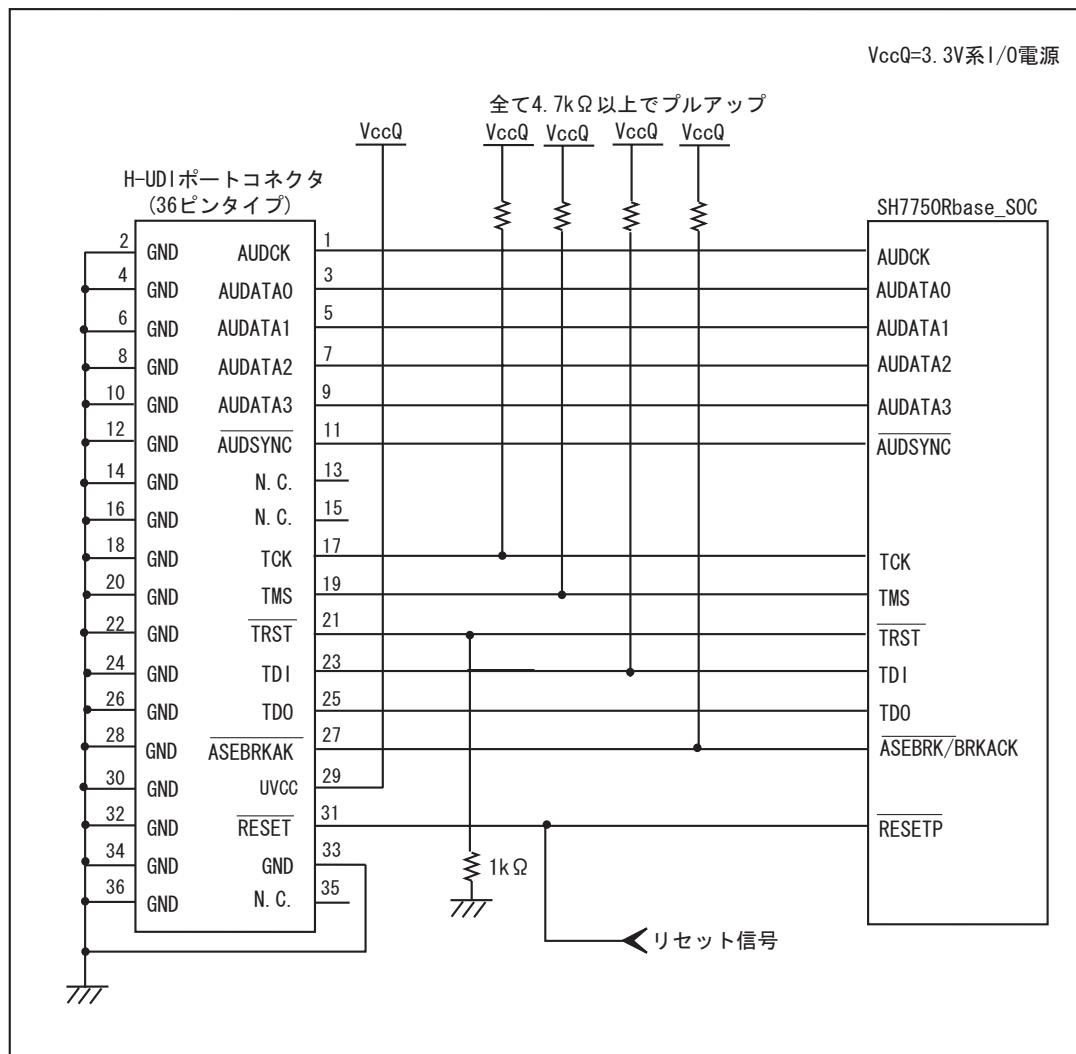
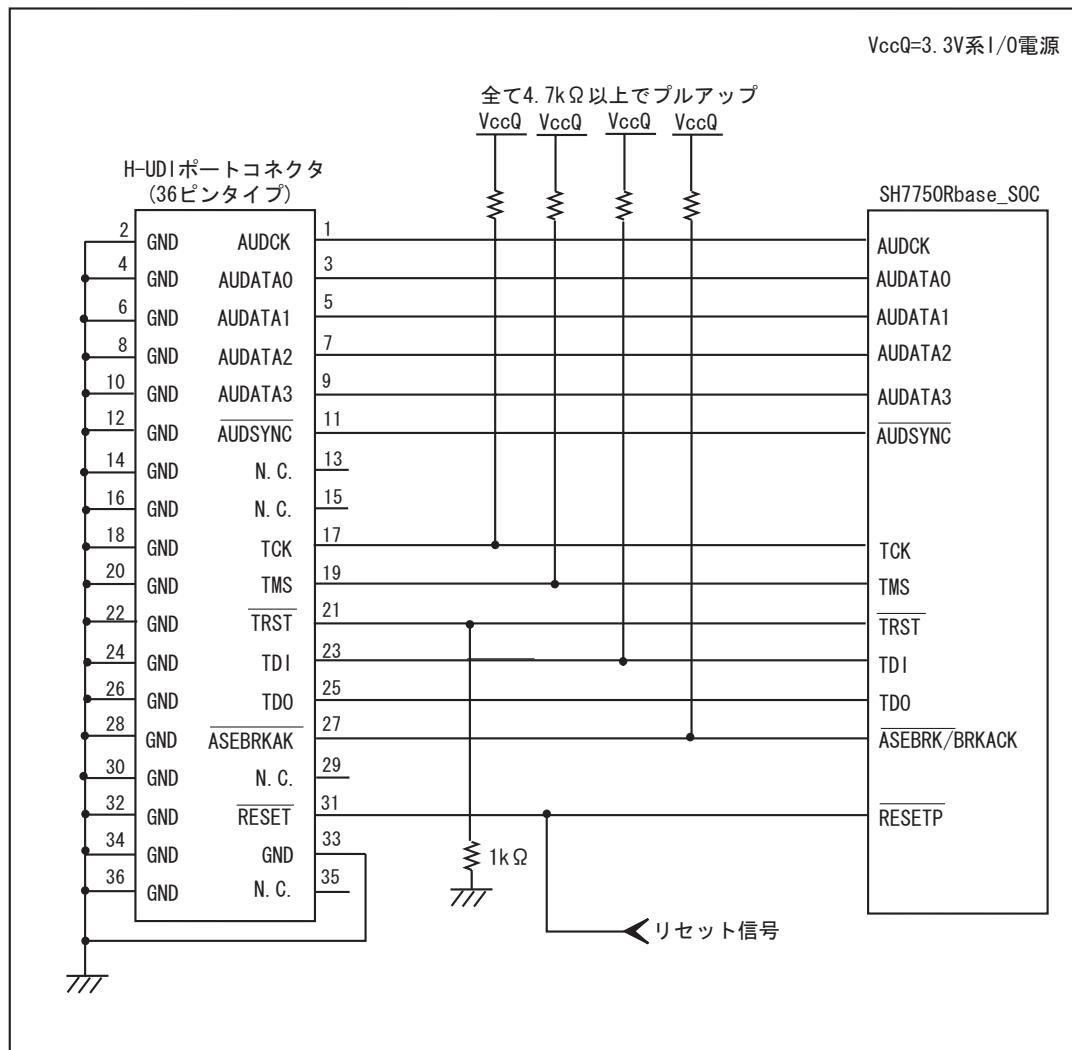

図 1.3 E10A-USB 使用時の H-UDI ポートコネクタ - チップ間の推奨接続例
図 1.4 E10A-USB 使用時の H-UDI ポートコネクタ - チップ間の接続例
E10A-USB エミュレータ使用時の H-UDI+AUD ポートコネクタ(36 ピンタイプ)とチップ間の推奨接続例を図 1.3、UVCC 未接続時の接続例を図 1.4 に示します。
5. 図 1.3, 図 1.4 に記載されている抵抗値は、参考値です。
- 図 1.3 推奨接続例で回路を組んだ場合の E10A-USB エミュレータのスイッチ設定:SW2=1, SW3=1
- 図 1.4 接続例で回路を組んだ場合の E10A-USB エミュレータのスイッチ設定 : SW2=0, SW3=1 スイッチ設定の詳細は、「SuperH™ファミリ用 E10A-USB エミュレータユーザーズマニュアル 3.8 DIP スイッチの設定」を参照してください。